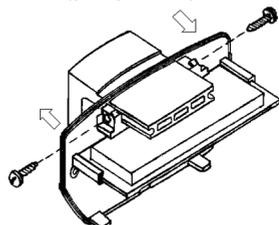

Рисунок 3
2. Снимите основание корпуса с кронштейна, предварительно ослабив винты, крепящие кронштейн к основанию (рисунок 3).